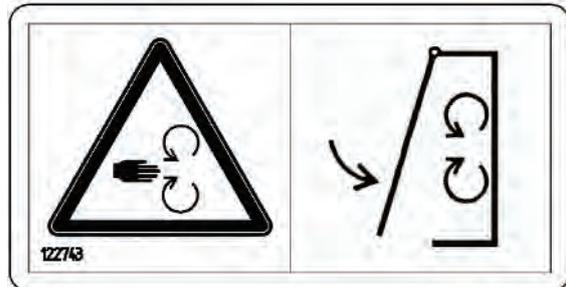

Fig. 31 Utilizar el dispositivo de protección
**PELIGRO** Antes de conectar el árbol de toma de fuerza deben llevarse los dispositivos de protección de la máquina a la posición de protección (Fig. 31).